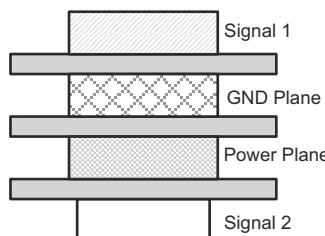

図 8-3. 4 層ボードのスタックアップ
- USB に伴う高周波のため、少なくとも 4 層のプリント基板を推奨します。図 8-3 に示すように、2 つの信号層をグランド層と電源層で分離した構成です。